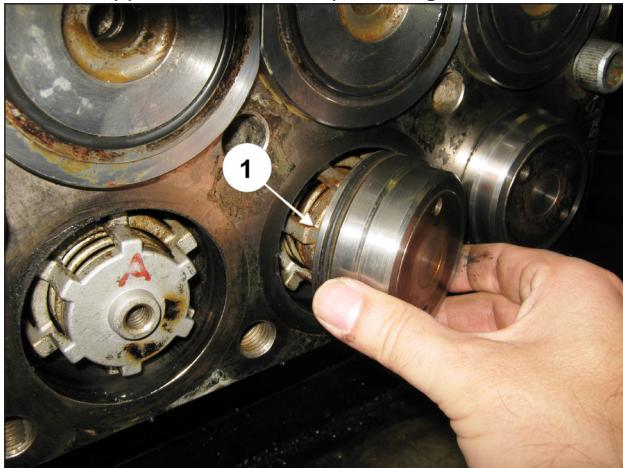

Fig. 139
Inserire i tappi valvola in testata (pos. ①, Fig. 139).